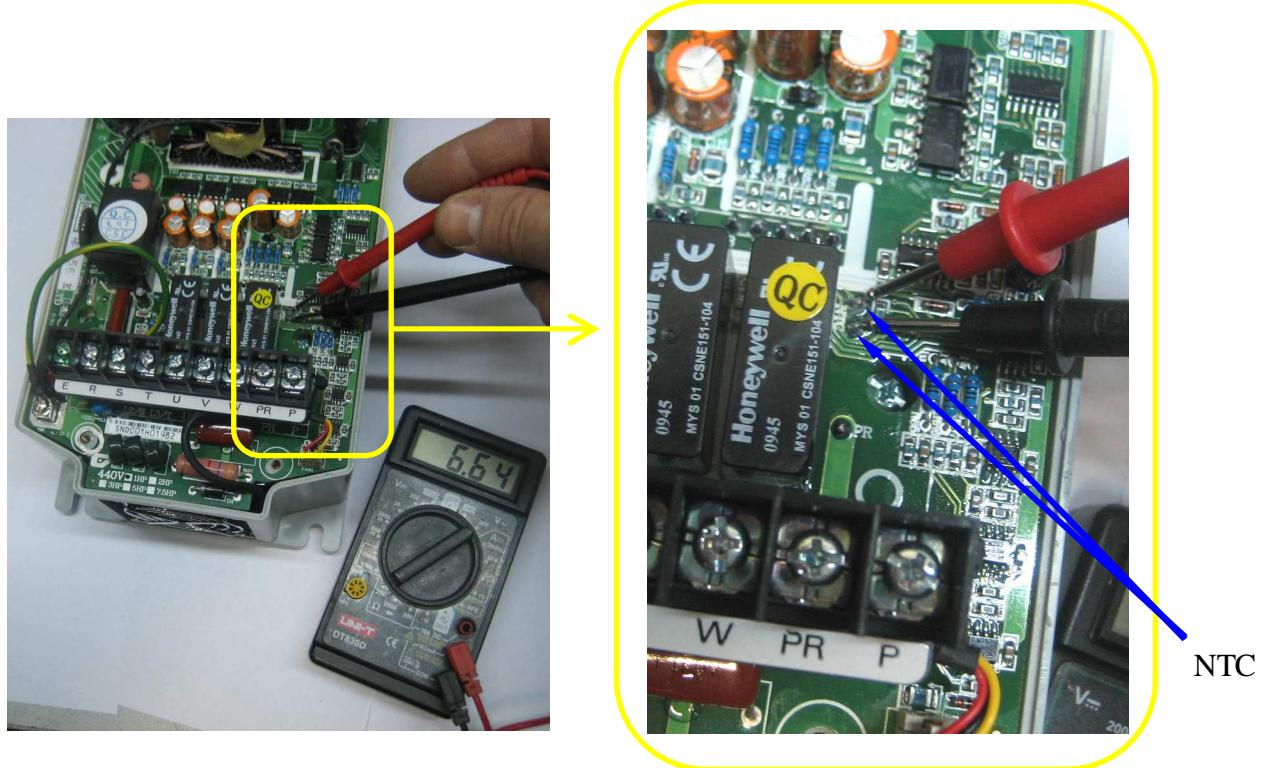

Рис. 4.10. Проверка исправности термодатчика матрицы IGBT.
4.6.10. Проверить исправность термодатчика матрицы IGBT. Установить измерительный прибор в режим измерения сопротивления на пределе 20 кОм. Измерить сопротивление цепи на плате драйверов между контактами матрицы, обозначенными NTC, как показано на рис. 4.10. Сопротивление при температуре окружающей среды +20°C должно быть в пределах от 6 до 7 кОм.
4.7.2. Подать напряжение питания 3Ф ~380 В на преобразователь (или 1Ф ~220 В при использовании трансформатора 220/380, согласно рис. 4.10). Установить опорную частоту 50 Гц и подать команду «Пуск» двигателя. Визуально проверить вращение вентиляторов.